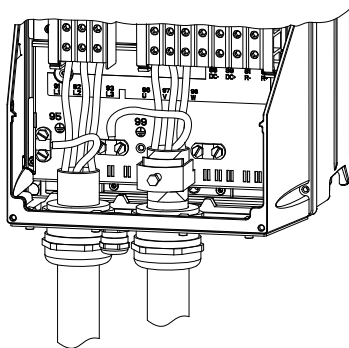

Рис. 15 Подключение питания и электродвигателя, корпус C1
1. Подключите заземляющий провод к клемме 95 (PE). См. рис. 15.
1. Подключите заземляющий провод к клемме 99 (PE). См. рис. 15.
2. Подключите провода питания к клеммам 96 (U), 97 (V), 98 (W).